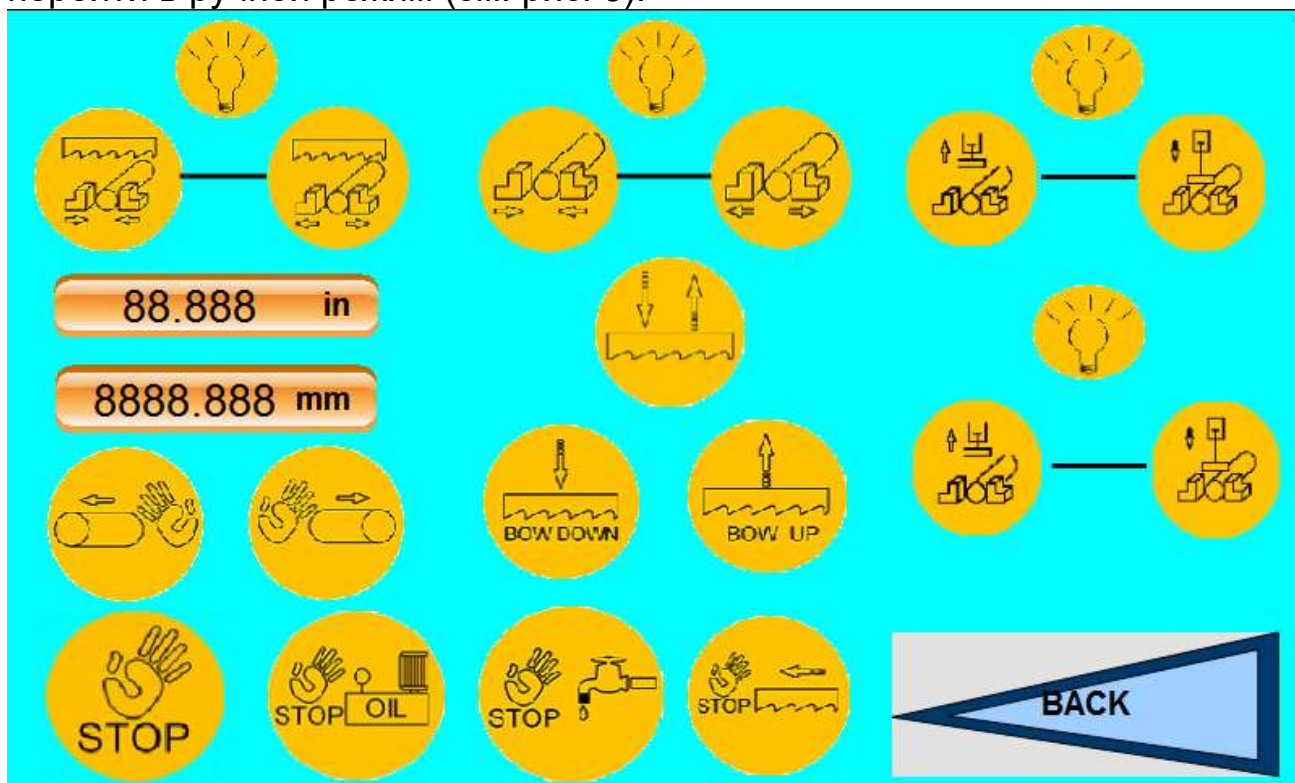

рис. 3
2) **OPERATION** («Управление»). Выберите ручное управление и нажмите кнопку, чтобы перейти в ручной режим (рис. 3).
2. Нажмите на кнопку **OPERATION** («Управление»), чтобы перейти в ручной режим (см. рис. 3).